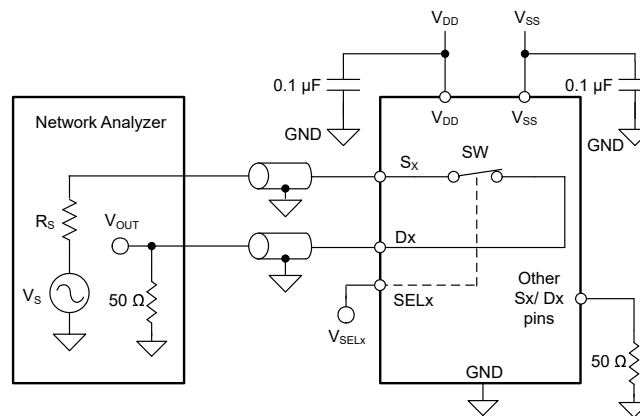

図 7-8. 帯域幅測定時の設定
帯域幅 (BW) は、入力をオンチャンネルのソース ピン (S_x) に印加し、出力がドレイン ピン (D_x) で測定された場合に減衰量が 3dB 未満である周波数の範囲として定義されます。図 7-8 および式 3 に、スイッチの帯域幅を測定する際の設定を示します。